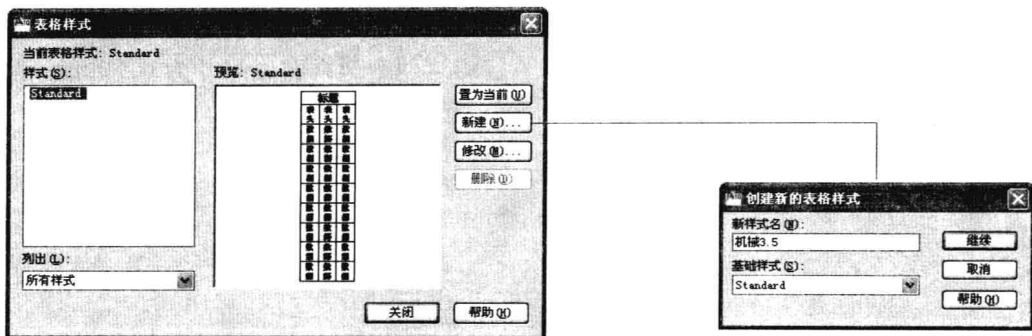

图 5-3-1
(1) 选择菜单命令“格式/表格样式”，或者单击“注释”选项卡，在“表格”面板中单击“表格样式”按钮.
(2) 打开“表格样式”对话框，单击“新建”按钮，打开“创建新的表格样式”对话框，输入名称“机械 3.5”，单击“继续”按钮，如图 5-3-1 所示。